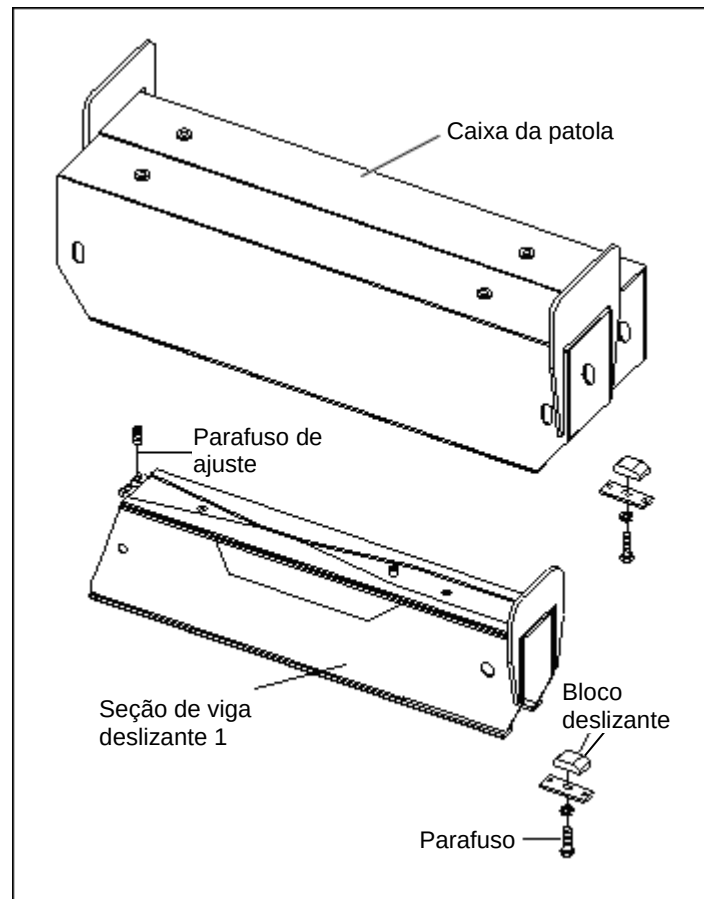

Figura 03 – 20
- 2) Ajuste a seção da viga deslizante 1: Afrouxe a contraporca na caixa da patola, adicione calço (a espessura do calço pode ser selecionada). Ajuste os parafusos de ajuste embaixo da caixa da patola. E ajuste o parafuso ou bloco deslizante na superfície da seção de viga deslizante 1. Consulte a Figura 03 – 20.